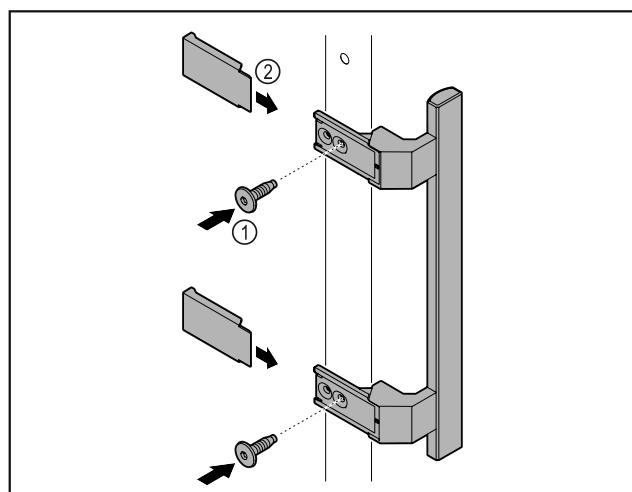

Fig. 7
- Rokturi no atsevišķā piederumu iepakojuma ar klāt pievienoto skrūvju Fig. 7 (1) palīdzību piestipriniet pie durvīm.
► Uzlieciet pārsegū Fig. 7 (2).